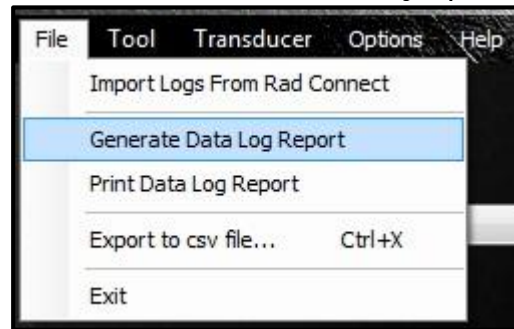

图 5.5-1: 生成记录按钮
- 在“File”下拉菜单中，点击“Generate Data Log Report”（图 5.5-1）。